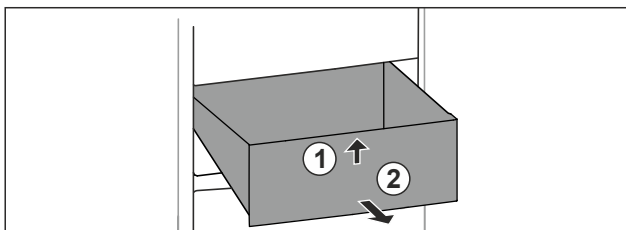

Fig. 72
- ▶ Løft skuffen fremefter. Fig. 72 (1)
- ▶ Tag skuffen ud fremefter. Fig. 72 (2)